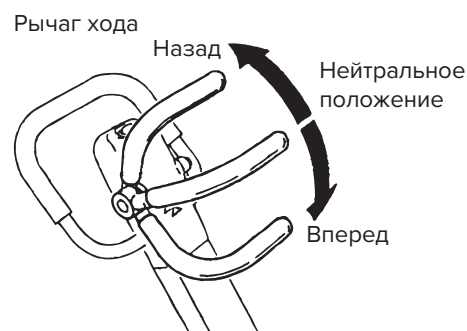

Рис. 9
2. Выбор направления движения виброплиты осуществляется с помощью рычага хода. Переместите его вперед для перемещения вперед и назад для включения обратного хода. Если рычаг находится в нейтральном положении, машина остается неподвижной (рис. 9).